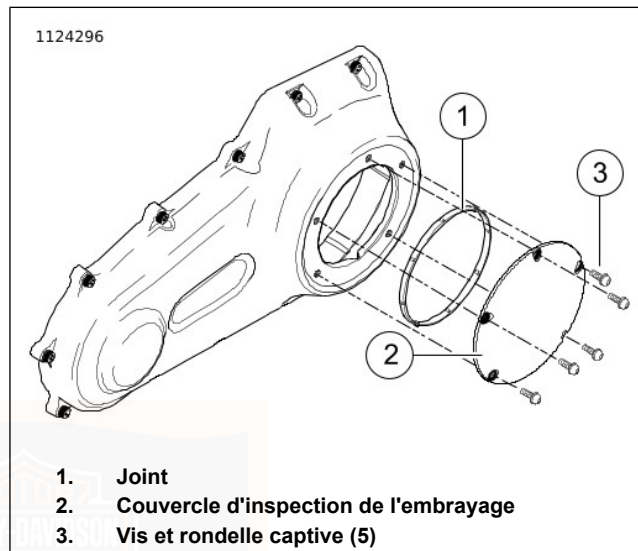
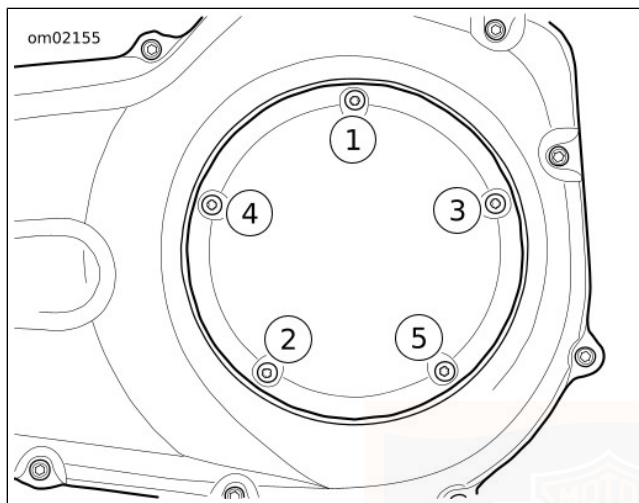

Figure 57. Couvercle d'embrayage (classique)
Figure 58. Séquence de serrage de couvercle d'embrayage
- Voir Figure 57. Déposer les vis (3) et le couvercle d'inspection de l'embrayage (2).
- Déposer le joint (1). Essuyer l'huile de la rainure du couvercle du carter de chaîne et de la surface de montage.
- b. Voir Figure 57. Placer un joint **neuf** (1) dans la rainure du couvercle d'inspection de l'embrayage (2). Enfoncer chaque patte du joint dans la rainure.
- c. Fixer le couvercle d'inspection de l'embrayage (2) à l'aide de vis et de rondelles captives (3).
- d. Voir Figure 58. Serrer dans l'ordre indiqué à un couple de 9,5–12,2 N·m (84–108 **in-lbs**).